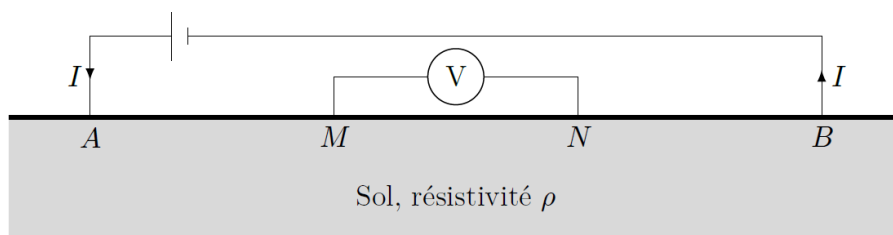

Figure 12
Pour déterminer la résistance électrique d'un terrain on impose la circulation d'un courant continu d'intensité  $I$  à la surface du sol qui se répartit en profondeur. Cette opération est réalisée grâce à des électrodes que l'on plante dans le sol aux points  $A$  et  $B$  (figure 12). La tension est mesurée à l'aide d'un voltmètre entre les points  $M$  et  $N$ .
**Q 43.** Exprimer la différence de potentiel  $\Delta V = V_M - V_N$  lue sur le voltmètre (figure 12). Montrer que la résistivité s'écrit  $\rho = \frac{2\pi\Delta V}{If}$  où  $f$  est le facteur géométrique à exprimer en fonction des distances  $MA$ ,  $MB$ ,  $NA$  et  $NB$ .